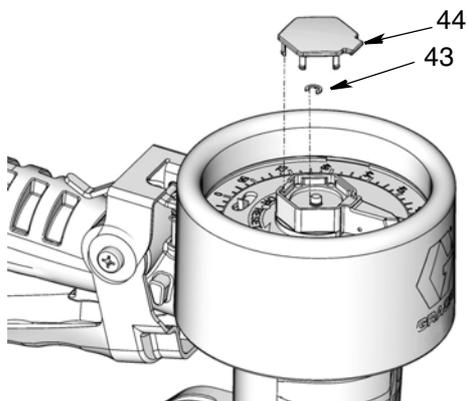

FIG. 26
2. Retire la tapa (44), y el anillo pequeño de retención (43), (FIG. 26).